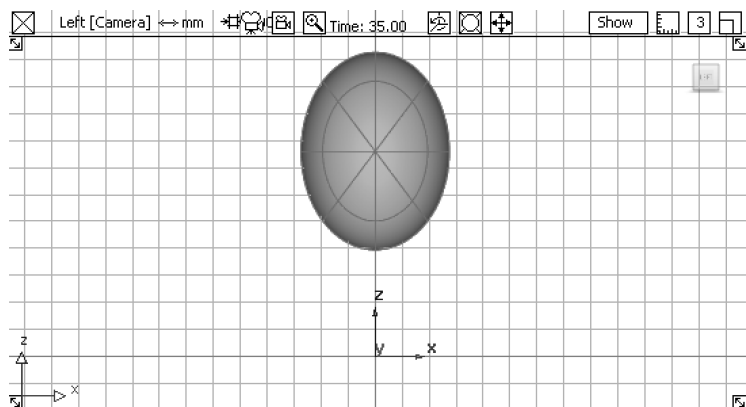

图 7-27 创建关键帧
- 15 在视图窗口中，移动并缩放圆球体到另一个位置，然后执行【Animation】|【Keyframe】|【Set Keyframe】命令，即创建了位于 35 帧处的关键帧，如图 7-27 所示。